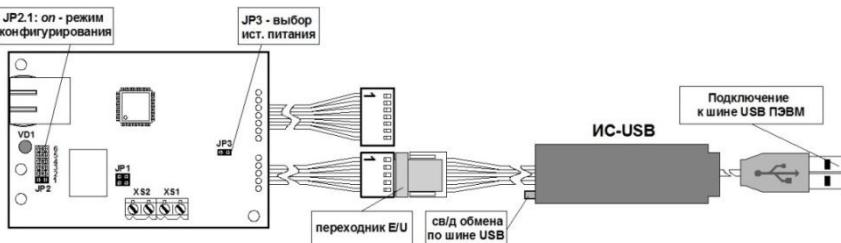

Рис. 4 Схема подключения модуля к ПЭВМ
- 1) подключить модуль к ПЭВМ (см. рисунок 4);